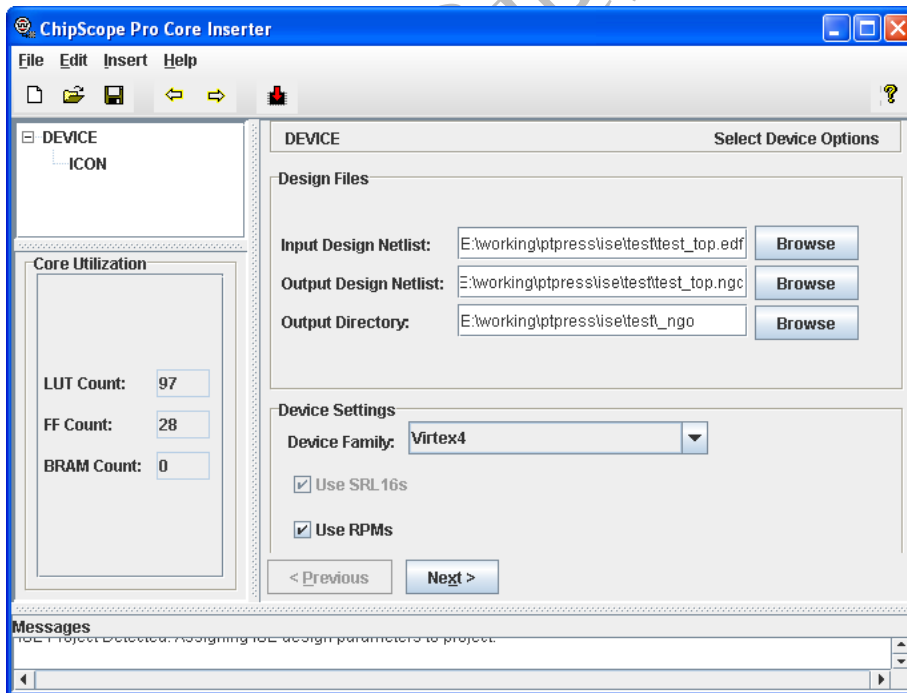

图 2.93 ChipScope Inserter 指定输入网表文件
(1) 单击“开始”菜单，选择【程序】/【ChipScope Pro 9.1i】/【Xilinx ChipScope Pro Core Inserter】，启动 Inserter 工具，如图 2.93 所示。